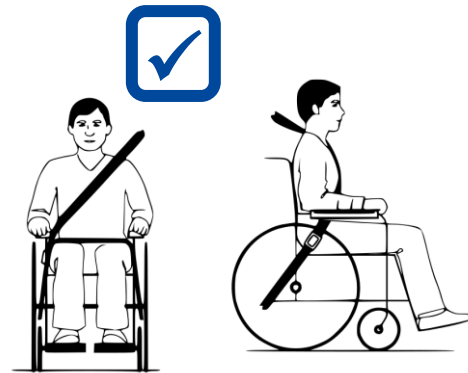

Figura 2 **Disposizione corretta della cintura di ritenuta**
7. Accertarsi che le cinture di ritenuta trasversali passino sopra le spalle; vedere la Figura 2.